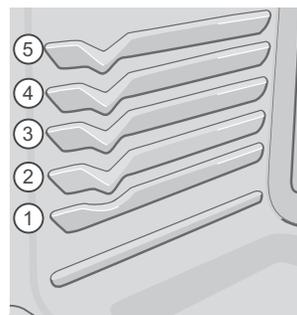

Figure 25 : Positions des grilles
- Pour obtenir de meilleurs résultats lorsque vous utilisez deux grilles pour la cuisson de gâteaux, placez ces dernières aux positions 2 et 4 (voir figure 25).